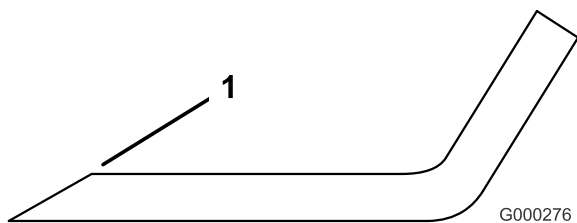

Figure 58
1. Au moyen d'une lime, aiguissez les tranchants aux deux extrémités de la lame (Figure 58).